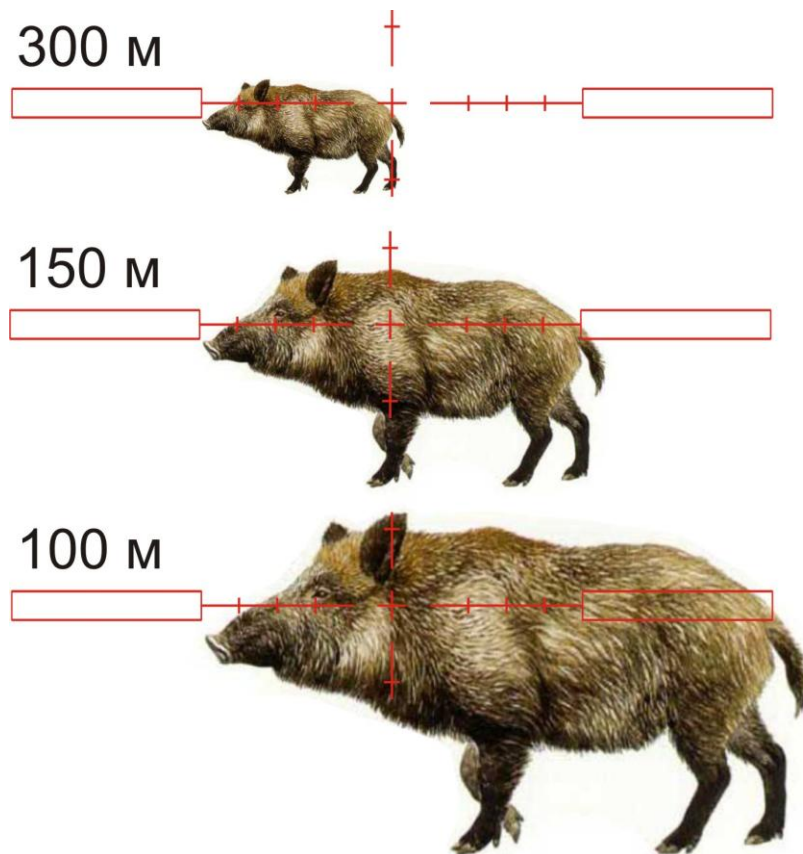

Рис.5
- 2) поместите перекрестье прицела так, чтобы одна сторона цели оказалась на риске Mil Dot (см. пример на рис. 5),
На рис. 5 представлен пример оценки расстояния для прибора «Dedal-480(100)» с увеличением 4x до кабана (трофейной длины 1.5 м) по сетке Mil Dot (5, 10 и 15 делений соответственно).
(*) – смотри соответствие на рис. 5.